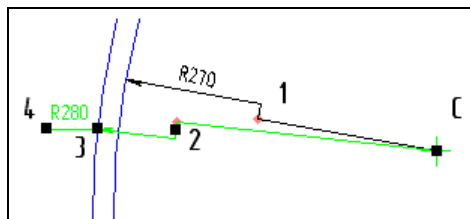

Рис. 2.14. Построение радиальных размеров с изломом
- ◆ постройте размер с изломом, сформировав надпись на ответвлении с помощью клавиши <Ctrl>, аналогично тому, как вы строили диаметральный размер. Для концентрических дуг или окружностей вы можете построить, не выходя из команды, следующий размер с изломом. Для этого укажите следующую точку **т1**. Новые точки центра создаются автоматически совпадающими с точкой **С**. На рис. 2.14 представлено построение радиальных размеров с изломом.